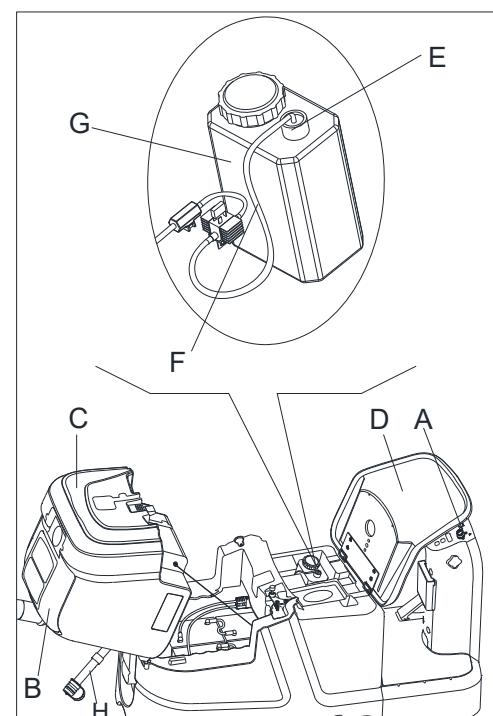

Abbildung 26
Reinigen Sie den Reinigungsmitteltank (E, Abbildung 26), wie unten dargestellt:
2. Drehen Sie den Zündschlüssel (A) auf "0".
3. Öffnen Sie die Abdeckung (B) und überprüfen dass der Schmutzwasserbehälter (C) leer ist. Entleeren Sie ihn mit dem Ablaufschlauch (H, Abbildung 26), falls erforderlich. Schließen Sie die Abdeckung (B).
4. Heben Sie vorsichtig den Tank (C) an.
5. Schrauben Sie den Stecker (E) ab und trennen den Schlauch (F) vom Tank (G).
8. Installieren Sie den Tank (G) und verbinden Sie den Schlauch (F).